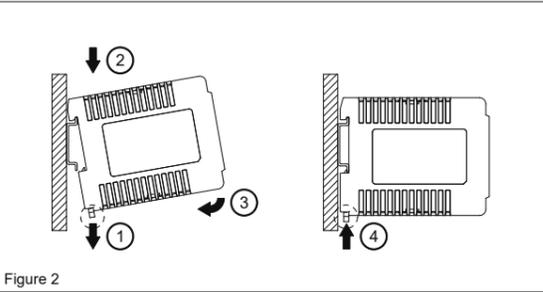
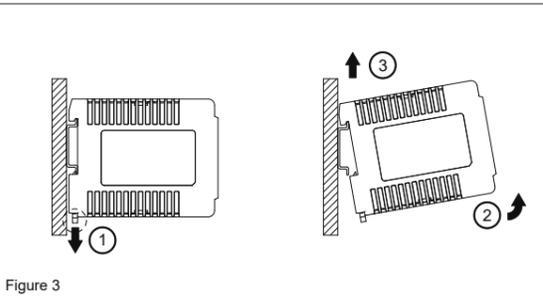

Figure 2
Figure 3
### 3. Montage und demontage (Abb. 2, Abb. 3)
Einrasten des Geräts in DIN-Schiene, wie in Abb. 2 dargestellt:
- Ziehen Sie den Einrasthebel für die DIN-Schiene nach UNTEN, wie in Abb. 3 dargestellt. Kippen Sie das Gerät nach oben und entfernen zunächst den unteren Teil des Geräts von der DIN-Schiene. Nehmen Sie das Gerät nun nach oben komplett von der DIN-Schiene ab.